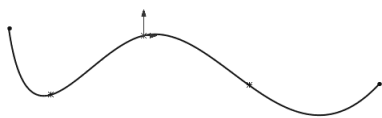

图 3-11 绘制样条曲线 2
2) 单击“草图”面板中的 (样条曲线) 按钮, 在步骤 1) 中设置的基准面上绘制一个样条曲线, 如图 3-11 所示, 然后退出草图绘制状态。
6) 单击“草图上草图”按钮, 在 (要投影的草图) 列表框中选择图 3-11 和图 3-12 所示的两条样条曲线, 如图 3-13 所示。